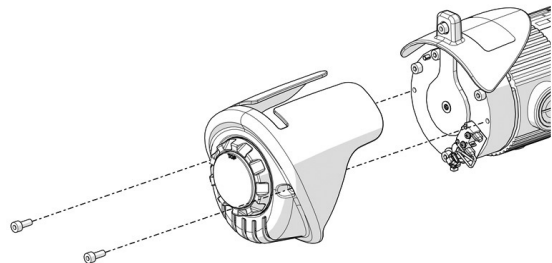

Bild 2. Motorkåpan sitter monterad med två skruvar.
3. Montera motorkåpan med de två medföljande skruvarna, se bild 2. På kåpa med körriktningsvisare, dra dess kablage tillsammans med motorns kablage in till rullstolens chassi.